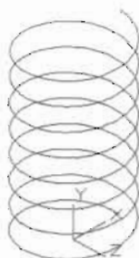

图 14-81
(3) 先把坐标系 x 轴旋转 90° , 结果如图 14-81 所示, 命令执行过程如下。